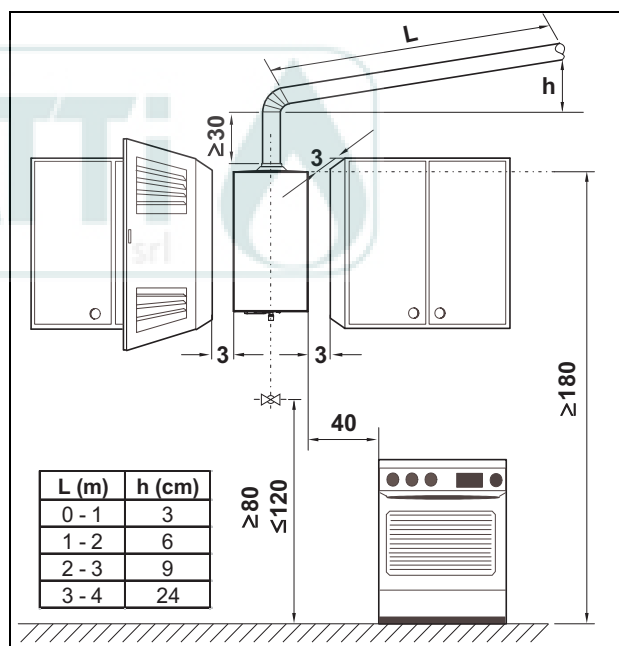

Fig. 4 Distanze minime
- Attenersi scrupolosamente a leggi e normative vigenti (UNI-CIG 7129, UNI-CIG 7131) e ad eventuali disposizioni locali riguardanti l'installazione di apparecchiature a gas e l'evacuazione dei gas combust. Misure d'installazione, vedi Fig. 4.
- Rispettare le distanze minime d'installazione (vedere Fig. 4).